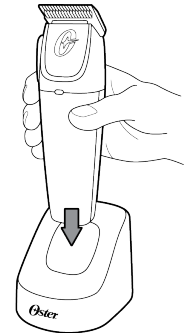

Figura 1
- Encaixe o aparelho no carregador de maneira que o lado superior do mesmo esteja de frente para você e que os contatos do aparelho estejam alinhados com os contatos do carregador. O lado superior do aparelho é o lado com o botão (figura 1).